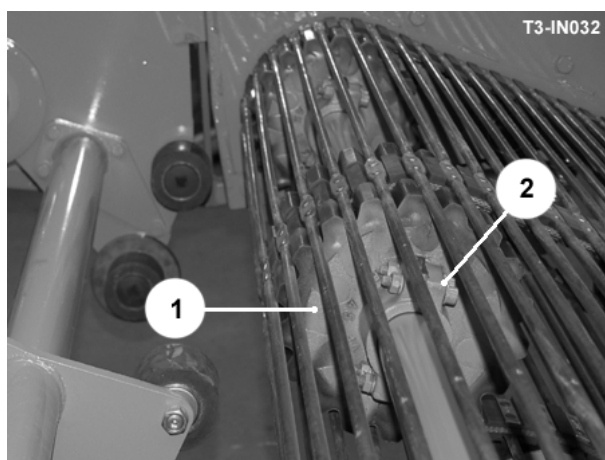

Fig 42
Dents de la promenade du tissu fendues (item 1, fig 42) sur quelques arbres de la promenade du tissu. Les dents permettent pour des dents usées devant être remplacées ou dents du ton alternatives devant être allées sans démanteler les arbres de la promenade. La plupart des dents de la promenade auront été fendues sur installation initiale, mais si pas, ils devraient être fendus avec un marteau et ciseau tranchant. Avant de fendre une dent sur ou fermé la machine, enlevez les verrous de la fixation. Restez la fente divise en deux des dents dans les paires correctes pour prévenir le mis-égal lorsque aller.